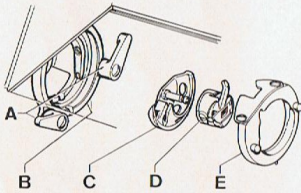

Abb. 29
26. Greiferbahn-Reinigen (Abb. 29).